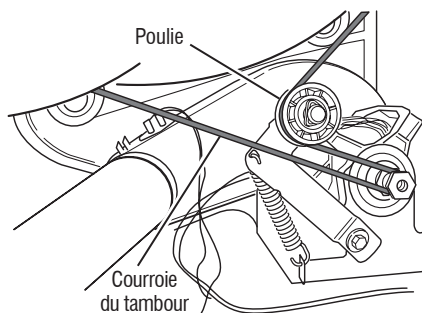

Figure 5 – Retirer la courroie du tambour lentement.
7. Vérifier le moteur d'entraînement et séparer lentement la courroie du tambour de la poulie chargée par ressort; laisser la poulie descendre doucement. Voir figure 5.